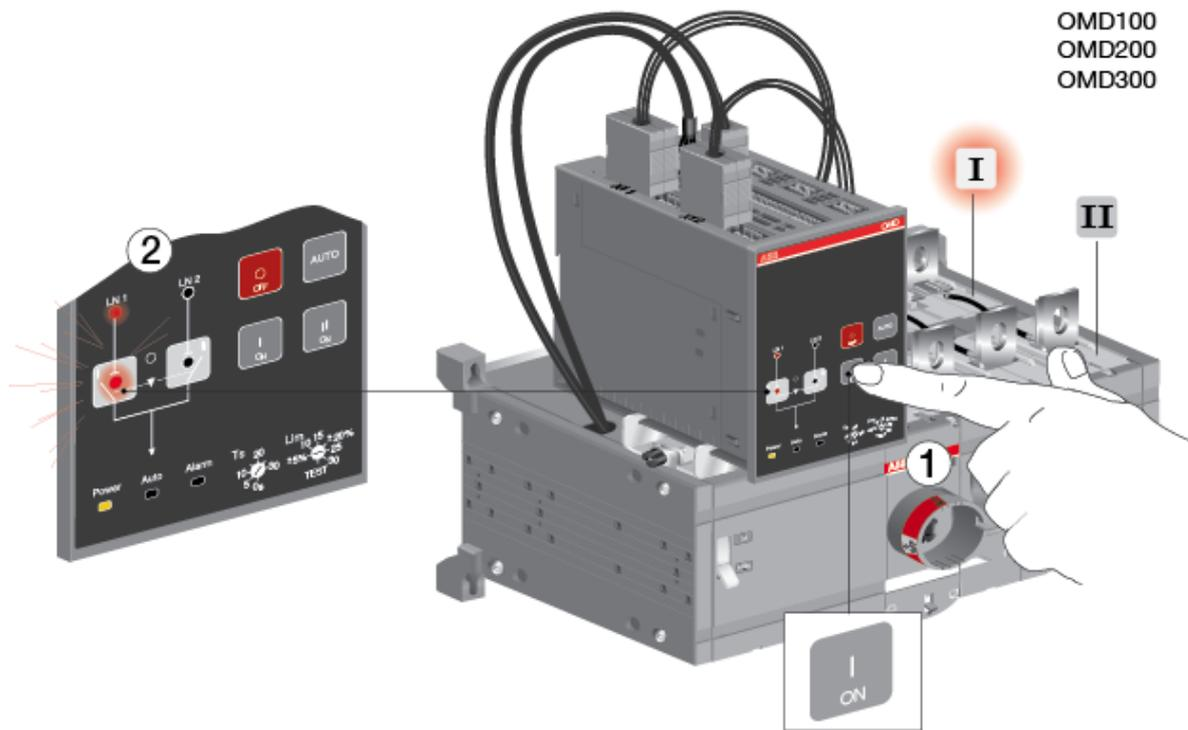
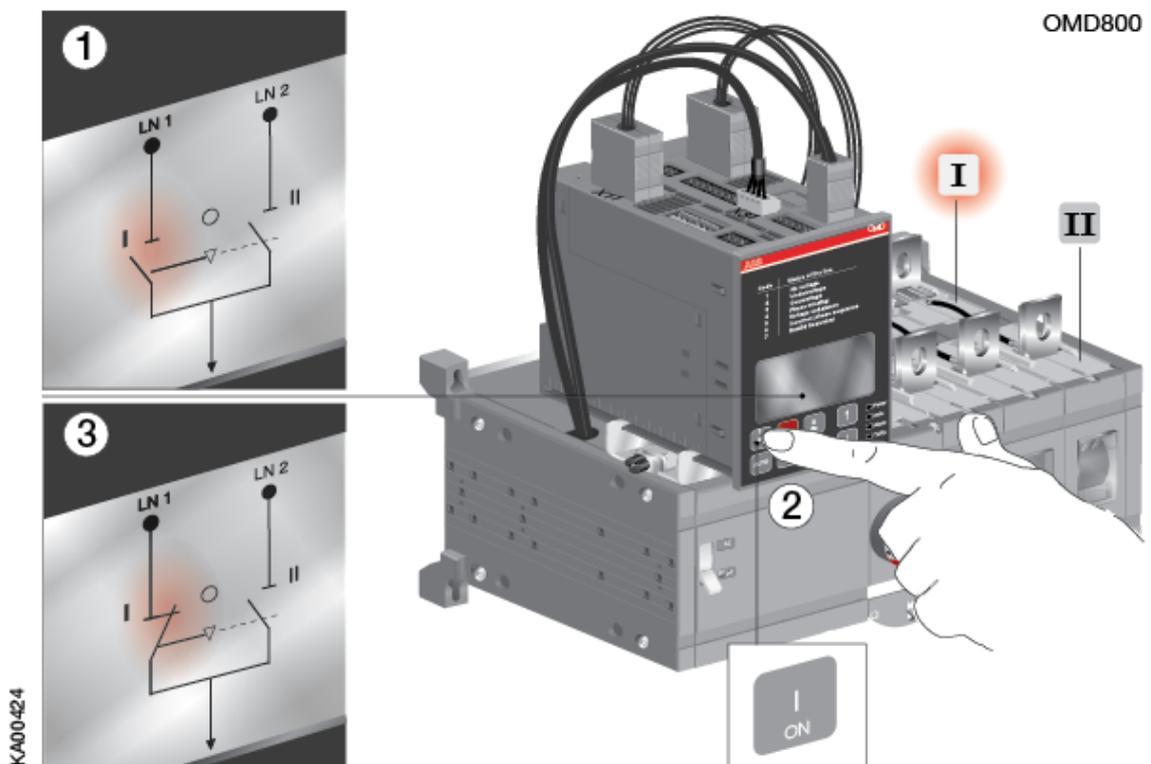

Рисунок 7.4 Переключения рубильников, индикация состояния рубильников и питающей линии при помощи светодиодов на OMD100, OMD200 или OMD300
Рисунок 7.5 Переключения рубильников, индикация состояния рубильников и питающей линии на дисплее на OMD800
- б) после нажатия кнопки «I» (см. рис. 7.4/ или рис. 7.5/), рубильник I (нижний) перейдёт в положение «ВКЛ» (индикацию состояния и линии см. рис. 7.4/2) или рис.7.5/), а рубильник II (верхний) – в положение «ВЫКЛ». Если рубильник I уже в положении «ВКЛ», то нажатие кнопки «I» не имеет никакого значения.